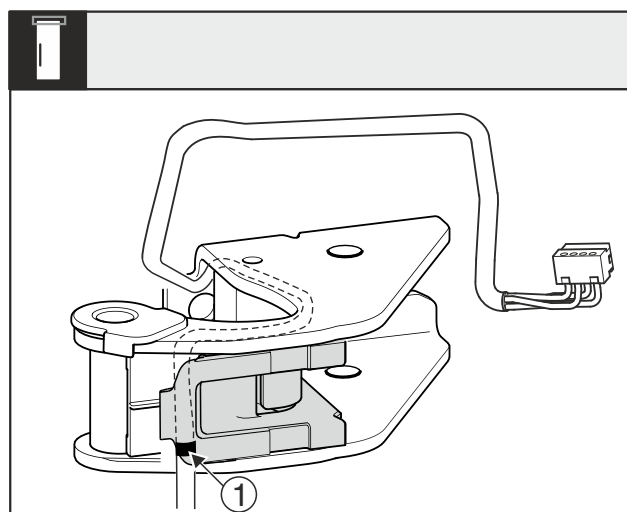

Fig. 28
- La marca central Fig. 28 (1) debe estar en el borde del portacables.